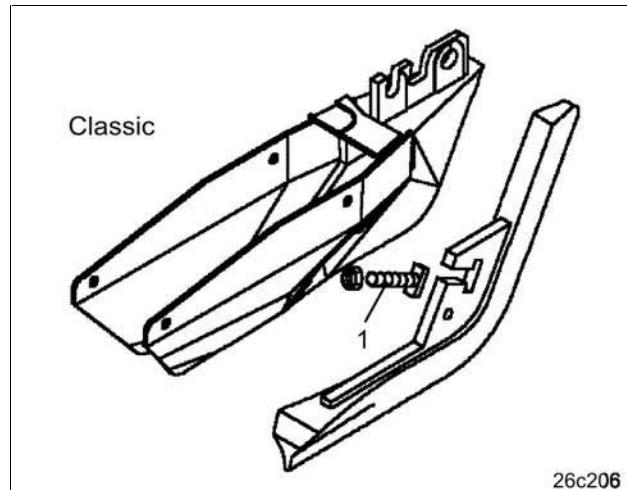

Рис. 200
- Разъедините резьбовое соединение (Рис. 200/1).